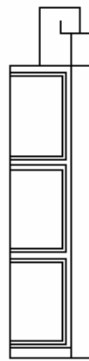

图 17.57 阵列结果
(9) 单击【修改】/【阵列】命令, 将刚绘制的立面窗阵列 3 行、1 列, 行间距为 730, 阵列结果如图 17.57 所示。